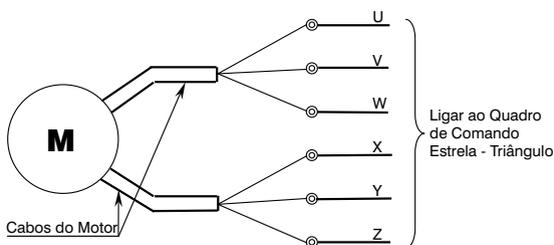

Figura 6.5.5 - Ligação de Motores para Partida Estrela - Triângulo
6.5.4 Para motores ligados ao quadro de comando com partida estrela-triângulo, os dois cabos chatos deverão ser conectados individualmente e identificados corretamente. Os seis cabos unipolares deverão ser conectados ao quadro de comando conforme figura 6.5.5.